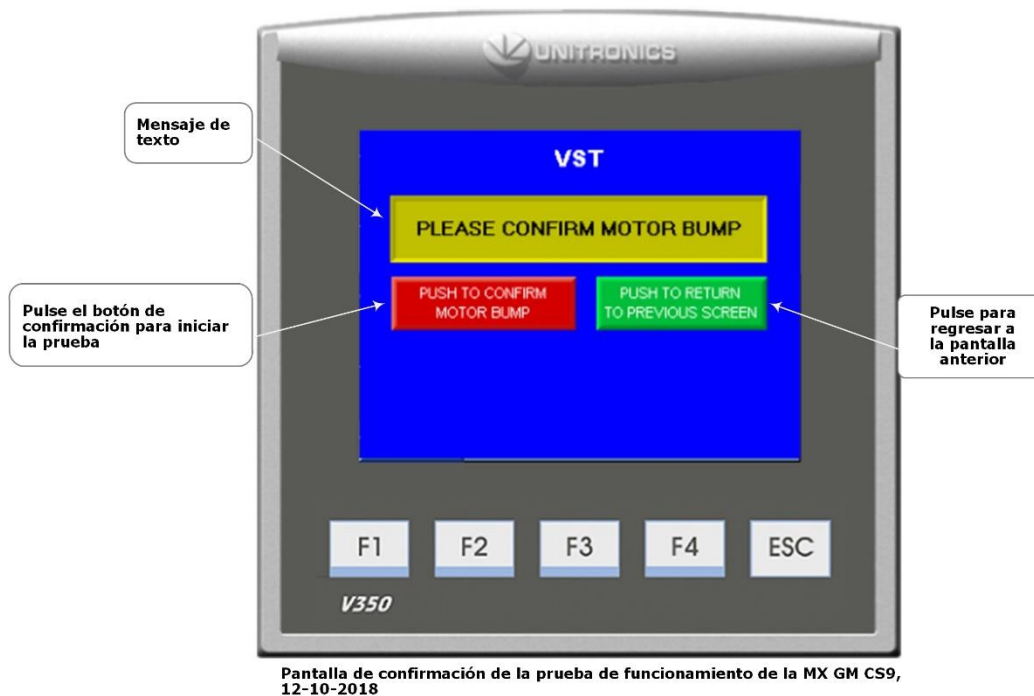

Figura 6-4: Pantalla de confirmación de golpe
2. En la pantalla de confirmación de impacto del motor, presione el botón rojo Confirmar impacto del motor para comenzar la rotación del motor de la bomba de vacío. Para cancelar la prueba de impacto, presione el botón verde para regresar a la pantalla anterior. **Vea la Figura 6-4.**